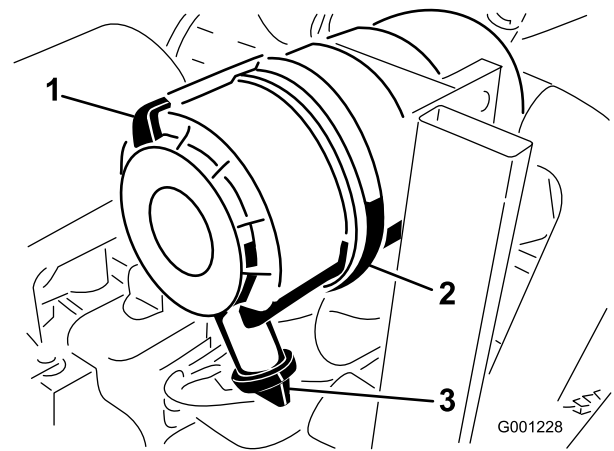

Figure 46
1. Tirez le verrou vers l'extérieur et tournez le couvercle du filtre à air dans le sens anti-horaire (Figure 46).
2. Déposez le couvercle du corps du filtre à air (Figure 46).
8. Montez le couvercle en dirigeant la valve de sortie en caoutchouc vers le bas, entre 5.00 et 7.00 environ vu de l'extrémité (Figure 46).